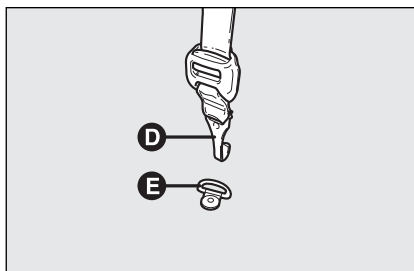

fig. 18
- ☐ con las sillas en posición en sentido de marcha, enganche el cinturón superior **D-fig. 18** (disponible en el bolsillo superior de la silla) a la argolla **E** ubicada en el maletero;